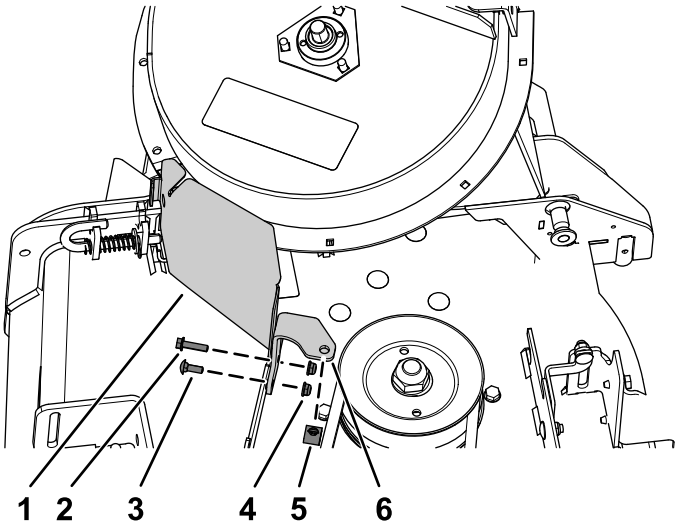

Figura 12
- Sujete el protector de la polea (CE) y el soporte de la cubierta de la correa al orificio exterior de la pestaña delantera de la carcasa con el perno de cabeza hexagonal ($\frac{1}{4}$ " x 1") y una tuerca con arandela prensada ($\frac{1}{4}$ "), según se muestra en Figura 12.
- Sujete el soporte de la cubierta de la correa al orificio interior de la pestaña delantera de la carcasa con un perno de cuello cuadrado ($\frac{1}{4}$ " x $\frac{3}{4}$ ") y una tuerca con arandela prensada ($\frac{1}{4}$ "), según se muestra en Figura 12.
- Alinee la tuerca rápida con el taladro de la parte superior del soporte de la cubierta de la correa (CE), y coloque la tuerca rápida a presión en el soporte (Figura 12).
- Alinee los taladros del protector de la polea (CE) con el taladro del soporte del deflector delantero y el taladro exterior de la pestaña delantera de la carcasa (Figura 12).
- Instale el soporte de la cubierta de la correa (CE) en los taladros de la parte trasera de la pestaña delantera de la carcasa (Figura 12).